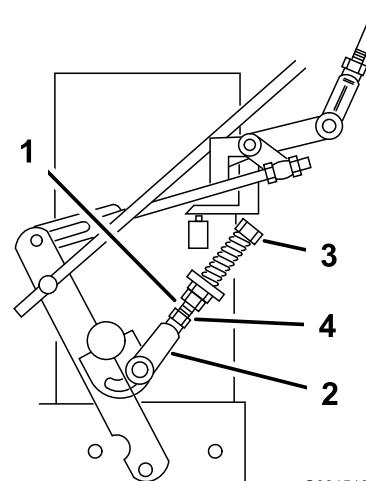

Figura 35
9. Si la rueda gira con la palanca de avance en punto muerto, los acoplamientos del control de punto muerto deben ser ajustados (Figura 35). Si la rueda se detiene, vaya al paso 12.
10. Afloje la tuerca de la horquilla del acoplamiento del control de punto muerto (Figura 35).
de girar con la palanca sujetada contra el muelle de punto muerto (posición de punto muerto) (Figura 35).
12. Gire el perno de ajuste 1/4 de vuelta aproximadamente en el sentido de las agujas del reloj si la rueda gira hacia atrás, o 1/4 de vuelta aproximadamente en el sentido contrario a las agujas del reloj si la rueda gira hacia adelante (Figura 35).